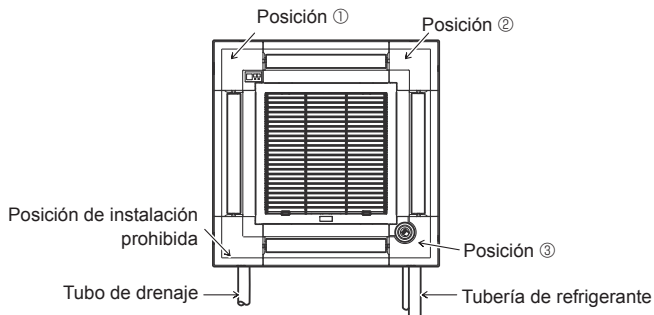

Fig. 9-10
- El panel angular del i-see Sensor debería fijarse en la rejilla (①) con el tornillo (③).
- * Si la posición del i-see Sensor se ha cambiado de la posición por defecto (Posición ③) a la otra posición, cambie la configuración de funciones. (Consulte la página 10 y la Fig. 9-10)
- El panel angular del i-see Sensor no puede instalarse en el lateral del tubo de drenaje de la unidad principal. (Consulte la Fig. 9-10)